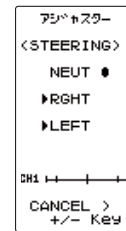
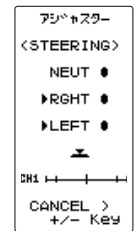
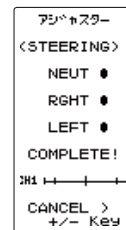

図 2
図 3
図 4
振り幅の設定画面(図 2)の状態、スティックを左いっぱいおよび右いっぱいに軽く操作し、画面にボタンマーク(図 3)が表示されたら J ボタンを押します。
自動的に内部チェックが行われ、各調整ポイントが一定範囲に入っている場合は補正が実行され、ピピッと電子音がして "COMPLETE!"(図 4)が表示されます。
つぎにニュートラルアジャスタースイッチを7:3の状態にします。ニュートラルの設定画面(図2)の状態、スロットルスティックを上下方向に軽く弾いた後、スティックに触れない状態で**①**ボタンを押します。
振り幅の設定画面(図3)の状態、スティックをブレーキ側いっぱいおよび前進側いっぱいに軽く操作し画面にボタンマーク(図4)が表示されたら**①**ボタンを押します。